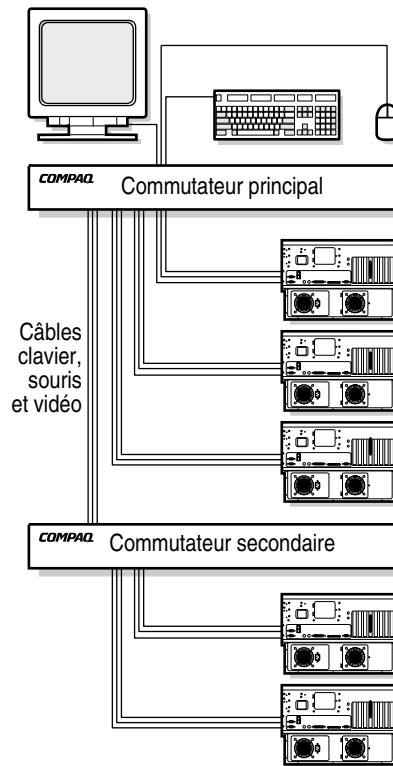

Figure 1-2. Configuration en cascade
- Vous pouvez connecter en cascade plusieurs commutateurs de console serveur et, de la sorte, relier jusqu'à 64 ordinateurs. Cette configuration est illustrée à la Figure 1-2, où le port de périphérique de l'unité secondaire est connecté à l'un des ports de l'unité d'origine ou primaire. Il est possible ainsi de connecter en cascade, à partir de l'unité primaire, plusieurs commutateur de console serveur.